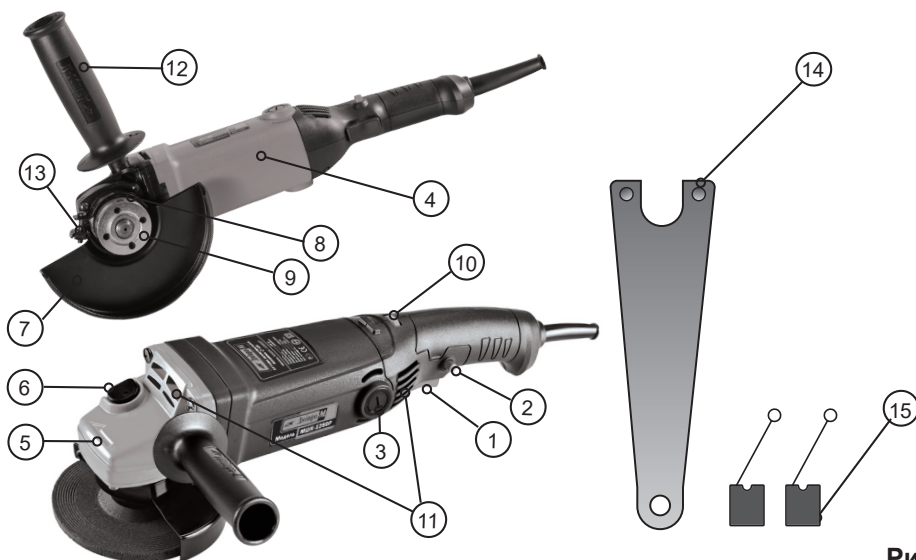

Рис.1
- Натисніть на кнопку блокування вала **6** (див. рис.1) для того, щоб заблокувати обертання шпинделя під час встановлення або зняття приладдя.
Встановіть додаткову рукоятку **12** (см.рис.1) в зручне для роботи положення і зафіксуйте, обертаючи її ручку за годинниковою стрілкою. **Обов'язково користуйтеся рукояткою для кращого контролю інструмента під час роботи.**
1. Послабте один з гвинтів **13** (див.рис.1), який здійснює притискання захисного кожуха **7** до КШМ.
1. Розмістіть внутрішній фланець **8** (див. рис.1) на валу шпинделя обгумованим боком до себе.